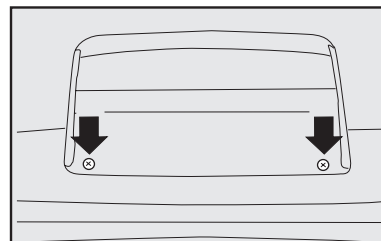

fig. 62
- 1) con la tapa de baúl abierta, retirar los tornillos **A-fig. 62** y desmontar el conjunto de la 3ª luz de freno;